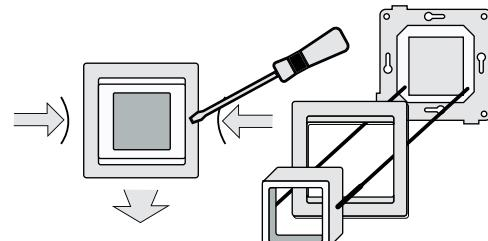

рис.1
1. Снимите крышку терморегулятора. С помощью тонкого плоского предмета отожмите защелки через прорези на боковой поверхности корпуса. Затем снимите декоративную рамку (Рис. 1).